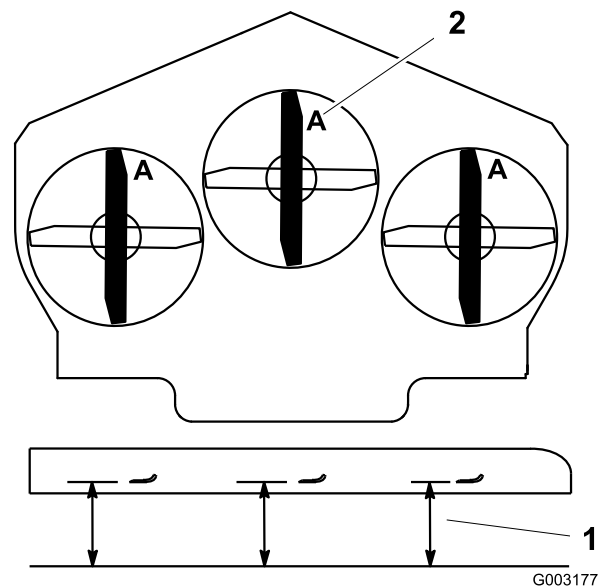

Figura 83
3. Girate le lame fino a disporle in parallelo con la lunghezza della macchina (Figura 83). Misurate da un piano orizzontale fino al tagliente delle lame, posizione A, (Figura 83). Prendete nota di questa misura.